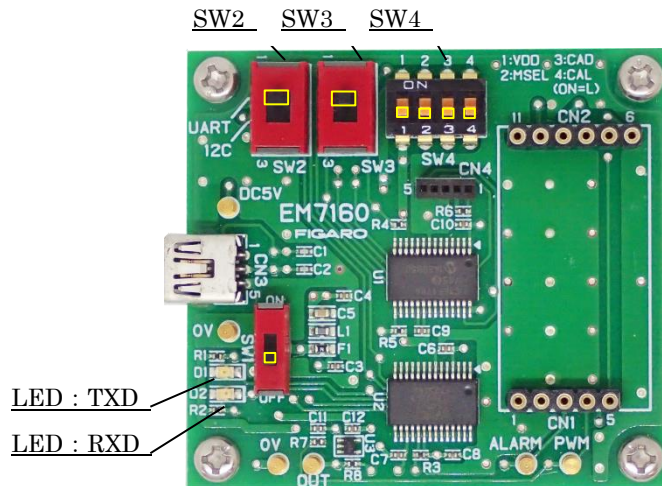

图 3 UART 通信设定
- SW2、SW3 : 设定为 UART (图 3 中为上方)
- SW4-1、SW4-2、SW4-3、SW4-4: 设定为 OFF 端 (图 3 中为下方)